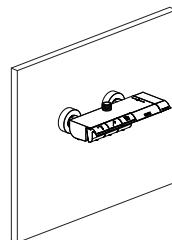

Figura 2
- e) Conecte la barra de ducha termostática en los conectores curvos (Figura 2). El lado izquierdo es para el agua caliente y el derecho para el agua fría.